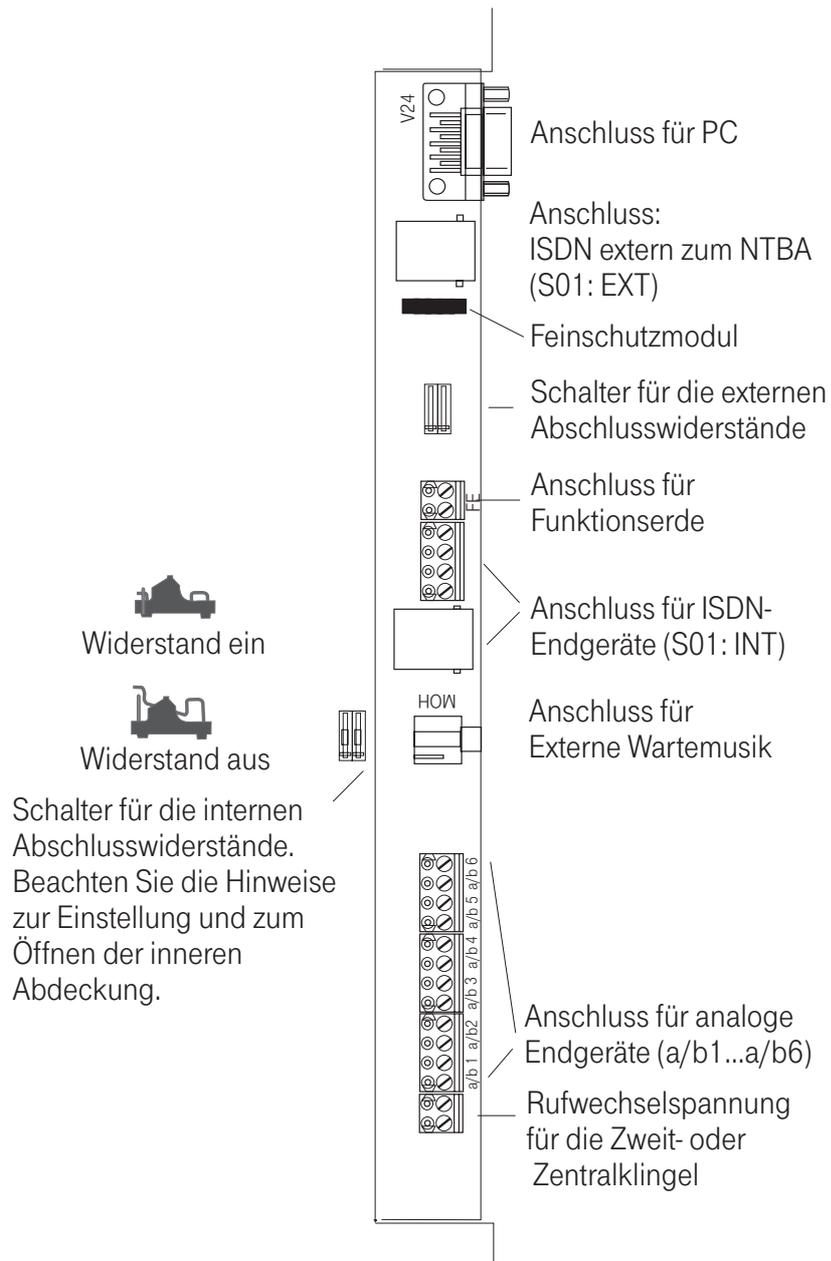

Bild 3 : Anschlussbereich der Telefonanlage.
- Sie können jetzt die in Bild 3 gezeigten Schalter für die Abschlusswiderstände einstellen.
- Die Schalter der internen Abschlusswiderstände (siehe Bild 3) müssen geschlossen sein (Werkseinstellung). In der letzten im Bus installierten Anschlussdose müssen Abschlusswiderstände montiert werden.